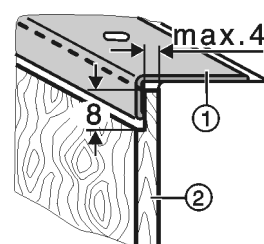

Fig. 40
- Более толстые декоративные панели Fig. 40 (2) согласно рисунку срезают уступом на толщину максимум 4 мм.